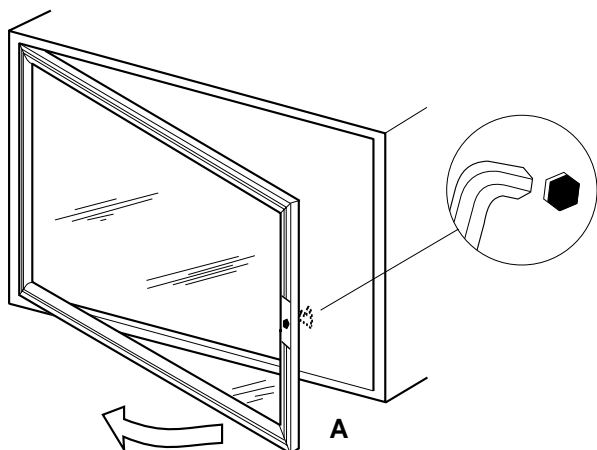

Fig. 8.2
8.2 PULIZIA DEL VETRO (FIG. 8.2)
- Non effettuare la pulizia durante il funzionamento del caminetto. (Fig. 8.2: A-apertura antina per pulizia vetro).
8.2 CLEANING THE GLASS (FIG. 8.2)
- Do not carry out cleaning when the fireplace is in operation (Fig. 8.2: A - door opening for glass cleaning)
8.2 REINIGUNG DES GLASES (ABB. 8.2)
• Keine Reinigung bei betriebem Kaminofen vornehmen. (Abb. 8.2: A Öffnen der Tür zur Glasreinigung)